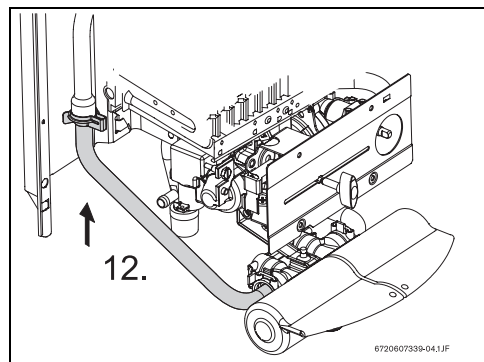

Bild 4
- ▶ Warmwasserverbindung zwischen Mischer und Gerät herstellen (→Bild 4, pos. 12).